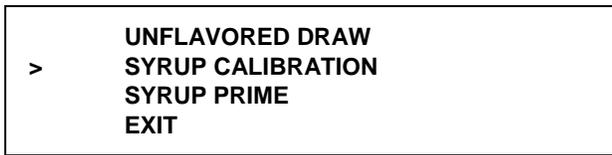

图 44
- 按 **AUTO** 键  或 **OPTIONAL FLAVOR** 键 ，将箭头指向 **SYRUP CALIBRATION**。（见图 44。）